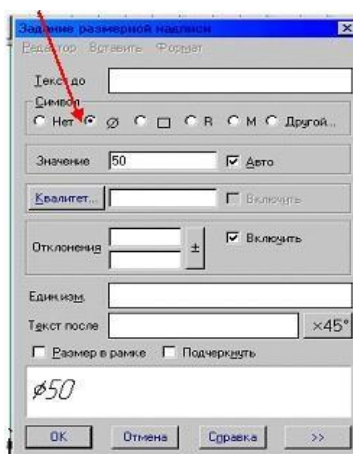

Рис. 12.
26. В окне диалога **Задание размерной надписи** установите обозначение диаметра (рис. 12).